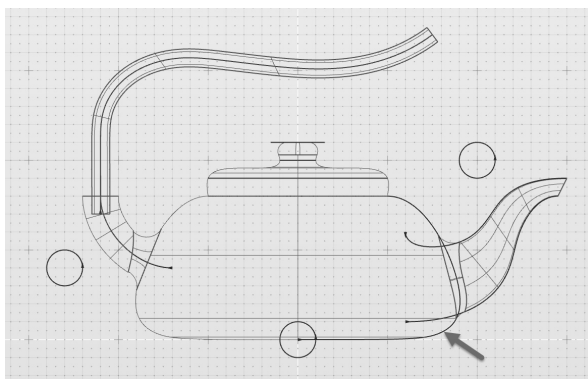

图 5-70 找到壶身 NURBS 曲线
1) 激活前视图，并切换至线框模式，找到最初创建壶身曲面的那条 NURBS 曲线，如图 5-70 所示。